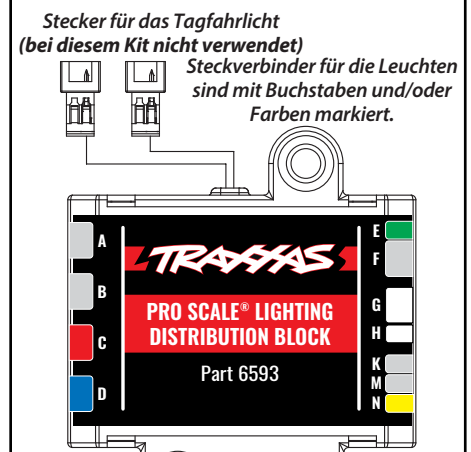

Abb. 15
8. Stecken Sie das Abreißkabel vom Verteilerblock in den Stecker oben auf dem Leistungsmodul, bevor Sie die Fahrzeugkarosserie einbauen (Abb. 15).
5. Stecken Sie das Abreißkabel vom Verteilerblock in den Stecker oben auf dem Leistungsmodul, bevor Sie die Fahrzeugkarosserie einbauen (Abb. 15).